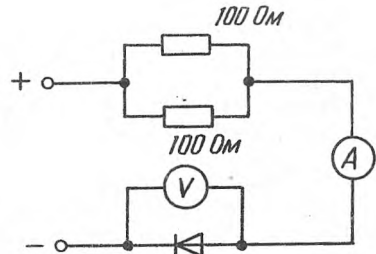

Рис. 1.7
$I_{доп} = \sqrt{P/R} = \sqrt{50/100} \approx 0,7 \text{ А}$. Так как прямой ток диода $I_{прдоп} = 1 \text{ А}$, то вместо одного ограничивающего резистора необходимо включить два параллельно включенных резистора (рис. 1.7).
3.5. Снять и построить прямую ветвь ВАХ диода по схеме (рис. 1.7).